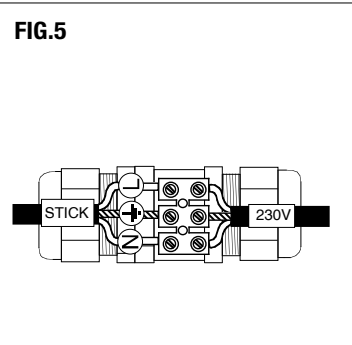

FIG.3
- Interrare e/o cementare il pozzetto **P** avendo cura di posizionarlo in bolla e non tenerlo mai al di sotto del filo del terreno. **FIG.3/4**
- Install the housing **P** paying attention to put it straight (levelled) and never below the ground level. **FIG.3/4**
- Installez le boîtier **P** en veillant à le mettre droit (nivelé) et jamais en dessous du niveau du sol. **FIG.3/4**
- Vergraben un /oder zementieren Sie das Einbaueghäuses **P** und achten Sie darauf, dass es eben ist und nie unten dem Grundniveau. **FIG.3/4**